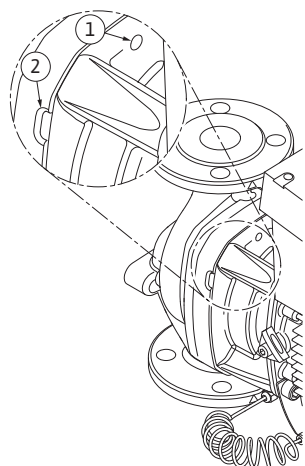

Fig. 50: Gänghål och spår för att avlägsna instickssatsen från pumphuset
13. Avlägsna instickssatsen (se Fig. 13) från pumphuset. Här bör två gänghål (Fig. 50, pos. 1) användas, särskilt för att lossa fästet. Skruva in lämpliga skruvar i gänghålen för att lossa fästet. Om instickssatsen är lättgående kan dessutom skåror (Fig. 50, pos. 2) mellan pumphuset och lanternan användas vid avlägsnandet (använd t.ex. två skruvmejslar som hävarm). När instickssatsen har tryckts ut ca 15 mm förs den inte längre i pumphuset.